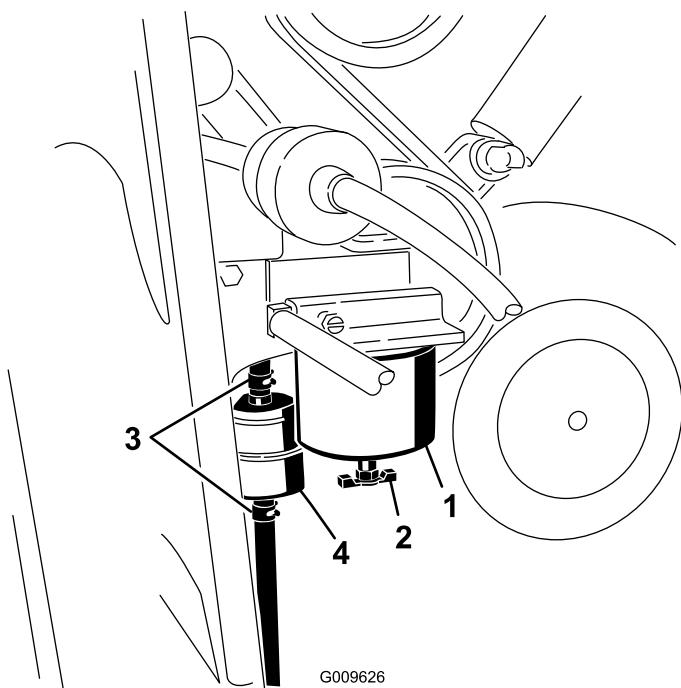

Рисунок 37
- Найдите топливный фильтр на правой стороне двигателя (Рисунок 37) и поместите под ним чистую емкость.
- Очистите область крепления стакана фильтра (Рисунок 37).
- Снимите стакан фильтра и очистите монтажную поверхность (Рисунок 37).
- Вверните стакан фильтра вручную в монтажное отверстие. После соприкосновения прокладки с монтажной поверхностью доверните стакан еще на пол-оборота (Рисунок 37).
- Ослабьте хомуты на обоих концах проходного фильтра и отсоедините от него шланги (Рисунок 37). Удалите в отходы фильтр.
- Наденьте шланги на концы нового фильтра (Рисунок 37), убедившись в том, что стрелка на фильтре показывает в ту же сторону, что и стрелка на старом фильтре.